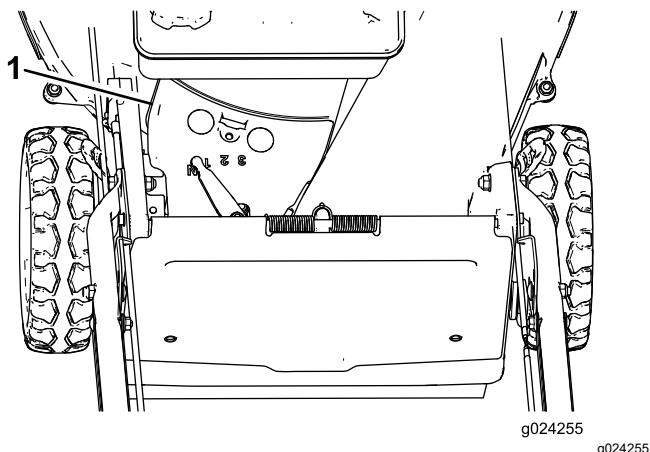

Figure 32
3. Enlevez le couvercle de courroie (Figure 32) du carter du tablier de coupe.